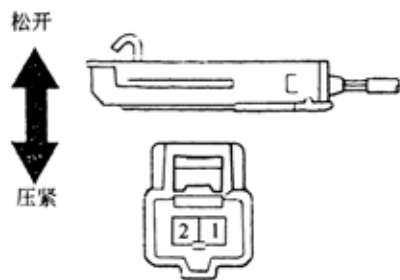

图 9-265
(1) 检查钥匙未锁报警开关总成。检查开关连接器和搭铁之间的导通性，如图 9-265 所示，其标准应符合表 9-120 所示要求。